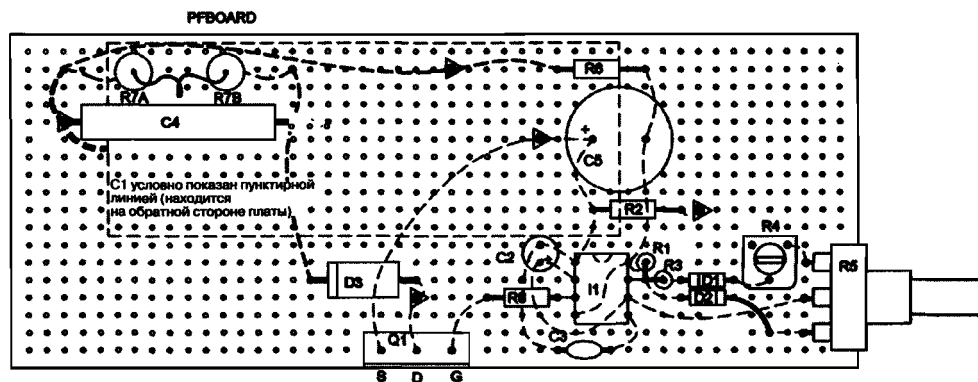

Рис. 24.3. Расположения деталей и соединения макетной платы
2. Подготовьте макетную плату PB1 с перфорацией отверстий 0,25 см размером 5,72×12,7 см. Если отверстия будут расположены именно так, как показано на рис. 24.3 и 24.4, то это облегчит размещение компонентов, которое будет совпадать с указанным.